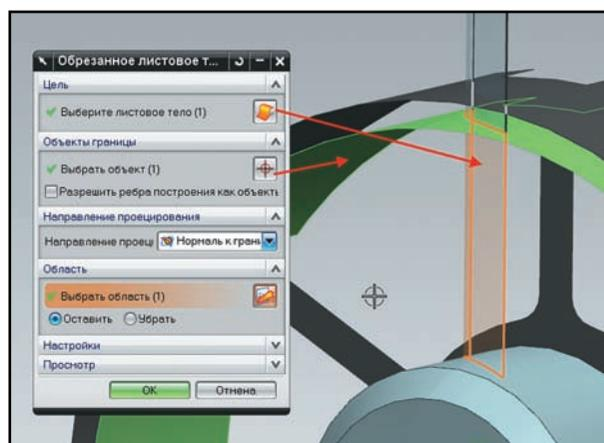

Рисунок 4.24. Обрезка поверхности
- Командой **Вставить > Обрезка > Обрезка поверхности (Insert > Trim > Trimmed Sheet)** обрежьте полученный элемент вытягивая офсетной поверхностью (рис. 4.24).